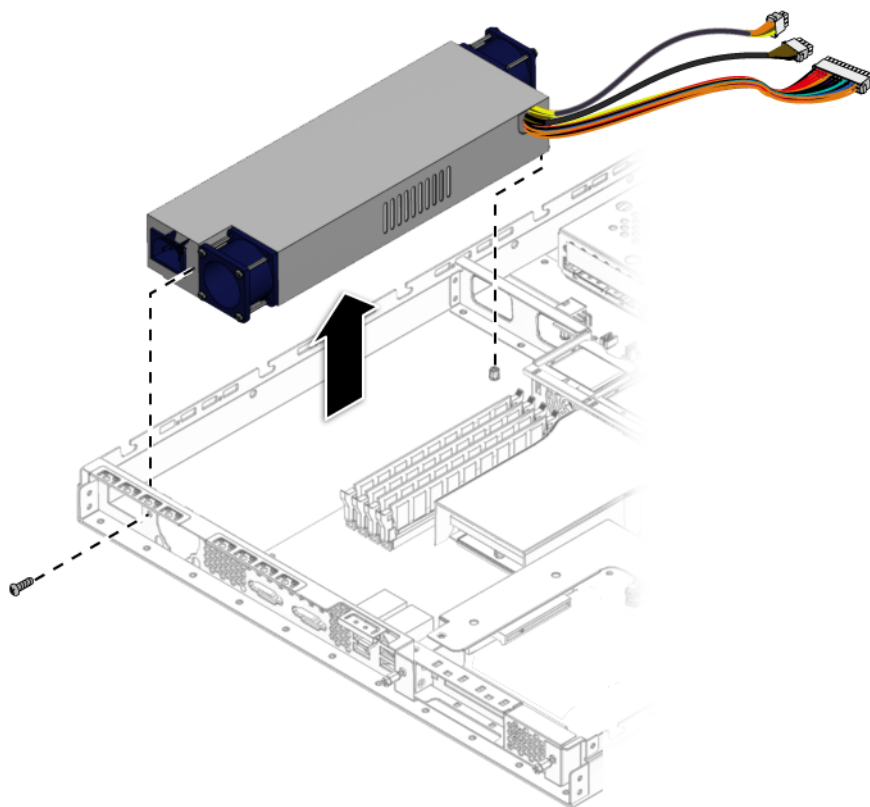

FIGURE 4-20 Retrait de l'alimentation électrique
- 2. Débranchez les trois câbles d'alimentation de la carte mère (cf. FIGURE 4-20).**